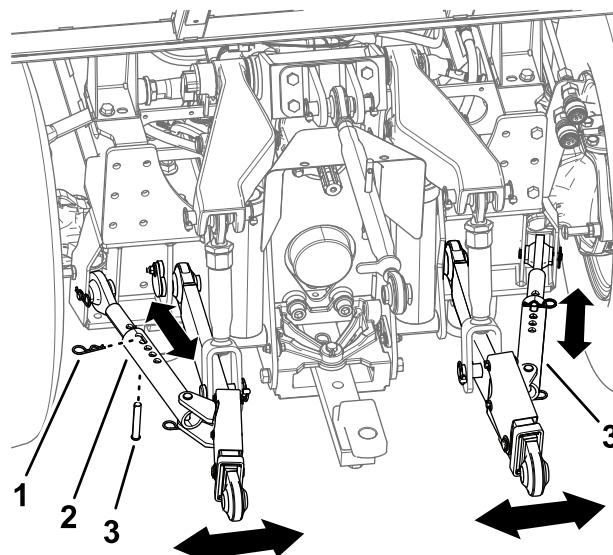

Figura 25
1. Retire el pasador y la chaveta de cada tensor lateral (Figura 25).
2. Ajuste el tensor lateral hacia dentro o hacia fuera hasta que el implemento esté nivelado (Figura 25).
3. Despues de ajustar, sujetelos tensor lateral con el pasador y la chaveta (Figura 25).